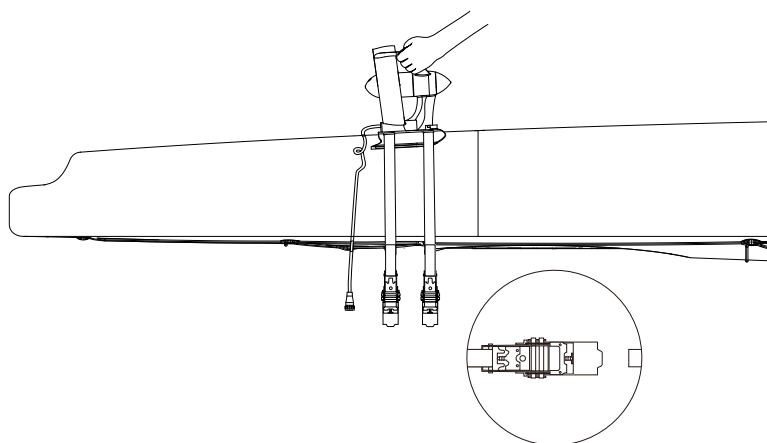

Figura 5-10
Passo 2: Remova o adaptador universal VAQUITA e o motor VAQUITA da prancha/caiaque SUP (Figura 5-10).